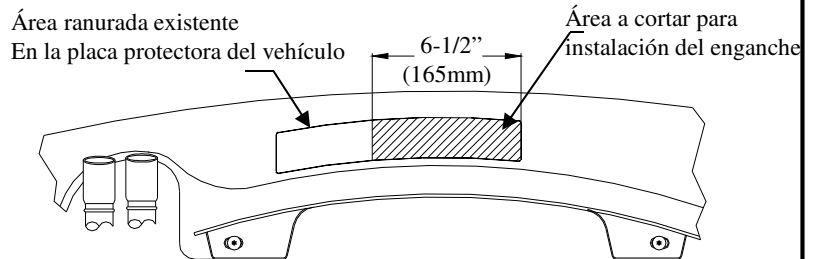

Figura 2
1. Localice el área ranurada existente en la parte inferior de la placa protectora para cortar según la Figura 2. Corte la placa protectora como se muestra para tener acceso a los orificios de montaje en el travesaño del vehículo.